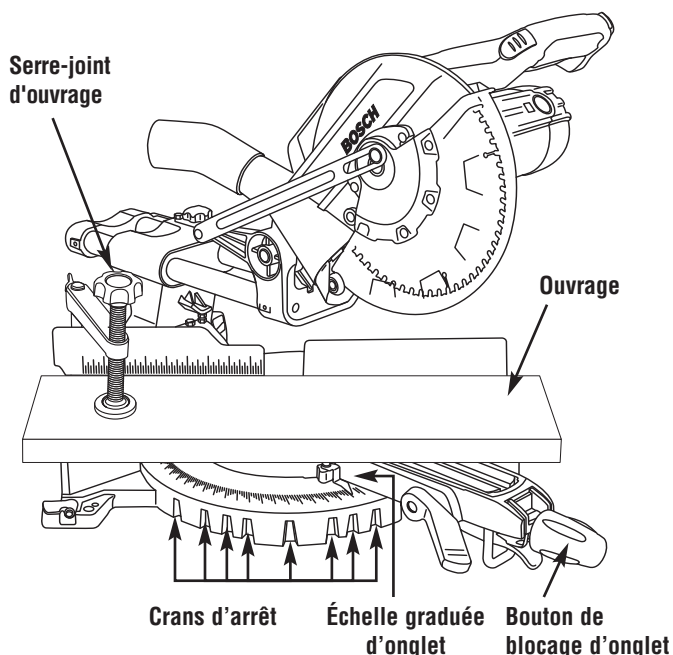

Figure 28. Coupe à l'onglet
1. Desserrez le bouton de blocage d'onglet. Soulevez la gâchette du cran d'arrêt d'onglet et déplacez la scie à l'angle désiré, en utilisant soit les crans d'arrêt soit l'échelle graduée d'onglet. Serrez le bouton de blocage d'onglet (Figure 28).